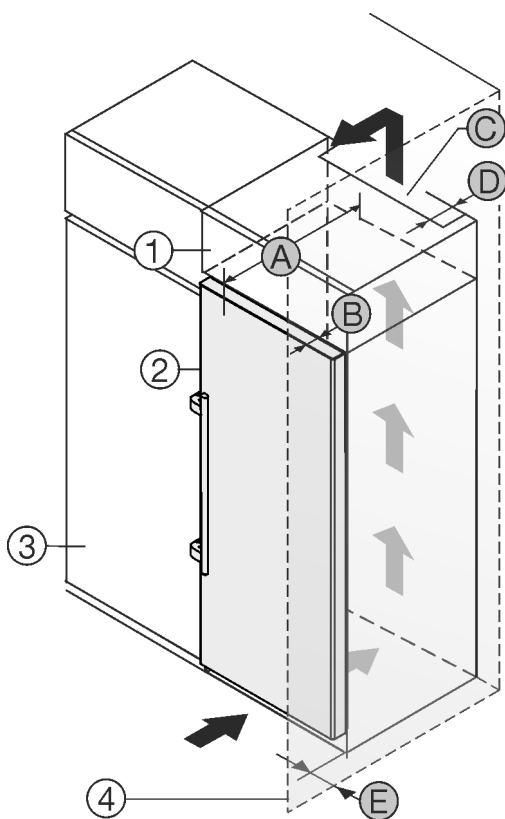

Fig. 2
- (1) Aufsatzschrank\*
- (2) Gerät\*
- (3) Küchenschrank\*
- (4) Wand\*
- (A) Gerätetiefe\*
- (B) Türtiefe\*
- (C) Belüftungsquerschnitt\*
- (D) Abstand Geräterückseite\*
- (E) Abstand zur Geräteseite\*
Sie können das Gerät direkt neben dem Aufsatzschrank *Fig. 2 (3)* aufstellen.\*
An der Rückseite des Aufsatzschrankes muss ein Abluftschacht mit der Tiefe *Fig. 2 (D)* über die gesamte Aufsatzschrankbreite vorhanden sein.\*
Unter der Raumdecke muss der Entlüftungsquerschnitt *Fig. 2 (C)* eingehalten werden.\*
Wenn Sie das Gerät mit den Scharnieren neben einer Wand *Fig. 2 (4)* aufstellen, dann muss der Abstand zwischen Gerät und Wand mindestens 57 mm betragen. Dies entspricht dem Griffüberstand bei geöffneter Tür.\*
Damit Sie die Tür vollständig öffnen können, muss das Gerät um die Türtiefe *Fig. 2 (B)* gegenüber der Küchenschrankfront vorstehen. Abhängig von der Tiefe der Küchenschranke *Fig. 2 (3)* und Verwendung von Wandabstandshaltern kann das Gerät weiter herausragen.\*